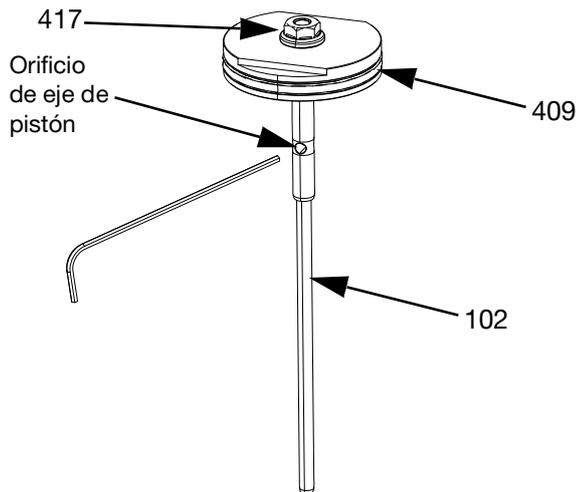

FIG. 20
- b. Coloque las partes planas del pistón (409) en un tornillo de banco con el eje de pistón orientado hacia arriba. Afloje el eje de pistón (410) del pistón (409).
- c. Inspeccione el pistón (409) y el eje de pistón (410) en busca de daños. Sustituya según sea necesario.
7. Para válvulas con conjuntos de junta de boquilla (FIG. 20):
- a. Pase una llave Allen por el orificio del conjunto de la boquilla (102) y desenrosque la tuerca (417) usando una llave plana o de tubo de 7 mm.
- b. Coloque las partes planas del pistón (409) en un tornillo de banco con el eje de pistón orientado hacia arriba. Afloje el conjunto de la boquilla (102) del pistón (409).
- c. Inspeccione el pistón (409) y la boquilla (102) en busca de daños. Sustituya según sea necesario.